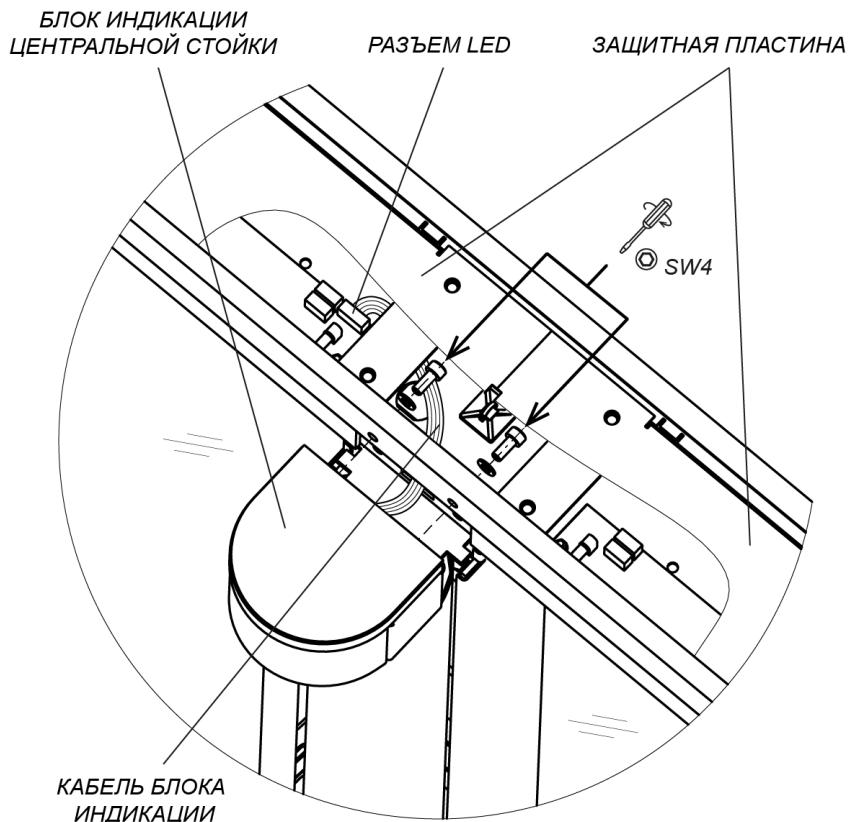

Рисунок 24. Монтаж блока индикации центральной стойки
Для установки блока индикации центральной стойки (3) (см. рис. 24):
3. Установите блок индикации на площадку, расположенную над поворотной опорой створки, и при помощи шестигранного ключа SW4 зафиксируйте его на верхнем коробе стойки (12), используя два винта M5x16 с шайбами из комплекта поставки.
Снятие блока индикации центральной стойки производится в обратном порядке. Перед этим необходимо демонтировать с секции турникета верхнюю крышку секции (10) (см. разд. 8.9.6, рис. 24, 25, 26).